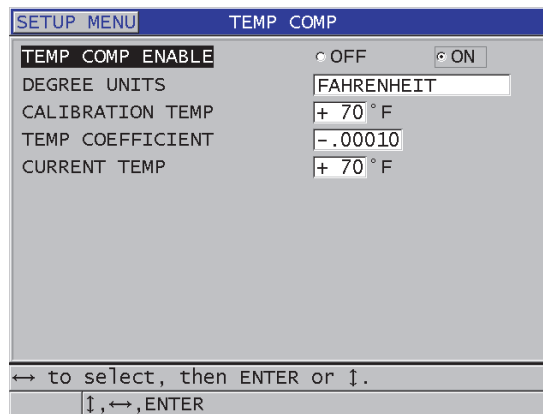

Abbildung 10-18 Fenster TEMPVERGL.
3. Verfahren Sie im Fenster **TEMPVERGL.** wie folgt (siehe Abbildung 10-18 auf Seite 186):